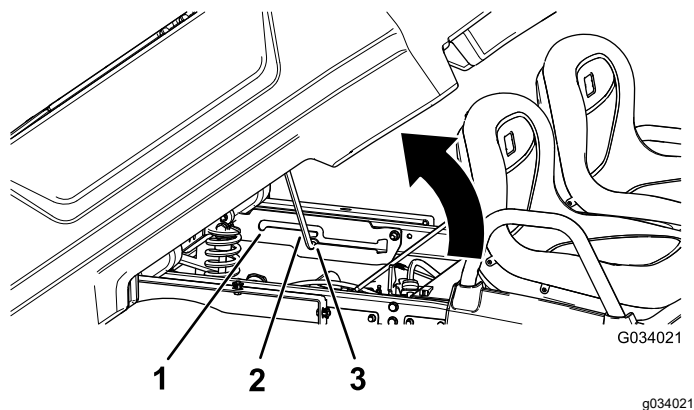

Figure 14
2. Engagez la béquille dans le cran de verrouillage pour bloquer le plateau en position de déchargement (Figure 14).
2. Engagez la béquille dans le cran de verrouillage pour bloquer le plateau en position d'entretien (Figure 14).
2. Sortez la béquille du cran de verrouillage (Figure 14).